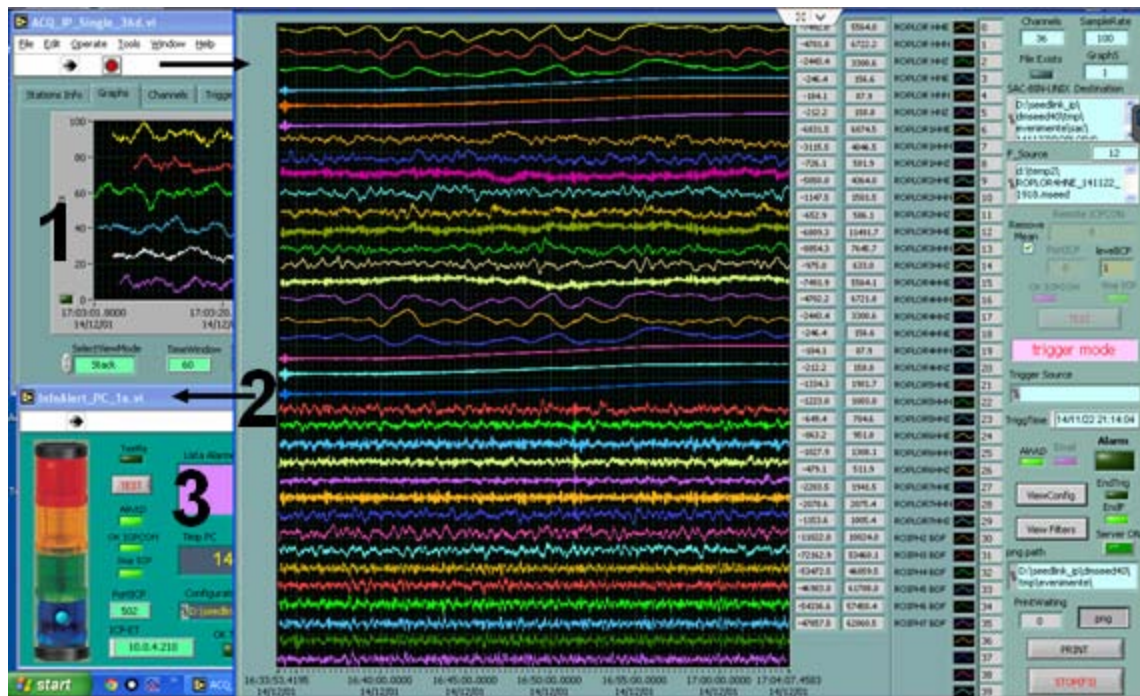

Figura D1.2 Software local de achizitie si avertizare
Software-ul local (figura D1.2) este instalat pe calculatorul industrial si prelucreaza toate informatiile. Vizualizarea si salvarea datelor se realizeaza continuu local si prin retea la centrul de date INFP.
In figura D1.2 in partea din stanga sus (1) avem un program de achizitie de la un grup de senzori. Pot sa ruleze simultan mai multe module de acest tip in functie de configuratie (de exemplu statia seismica si senzorii de pe baraj). Toate aceste date sunt adunate in panela din dreapta (2) unde se ia decizia de alarmare. Aceasta se transmite la programele ca cel din stanga jos (3) care ruleaza la utilizatori. Acestia pot fi in punctul de comanda al barajului, Hidroelectrica, ISU etc. O avertizare sonora si vizuala se genereaza local si/sau la distanta. Aceasta este gradata in functie de cauza care a generat-o.